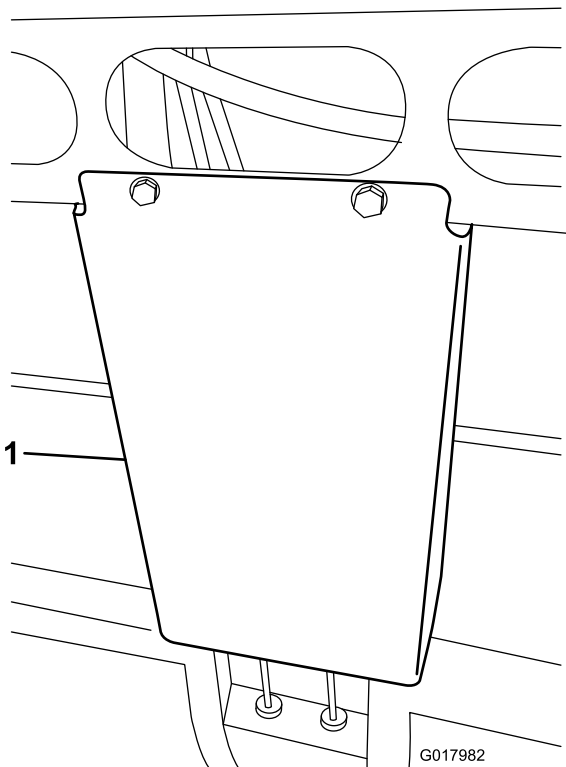

Bild 1
8. Entfernen Sie das Schutzblech, das die Hydraulikleitungen unter der Maschine vorne in der Mitte abdecken (**Bild 1**).